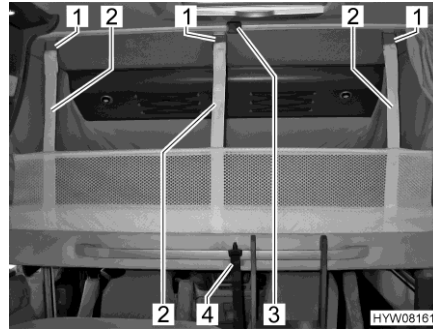

Fig. 95 Rete protettiva (montata)
- Staccare la cintura di ritegno (Fig. 95,4).
- Staccare le cinture di ritegno (Fig. 95,2) e sistemare la rete protettiva sotto il materasso.
- Assicurare il letto basculante al soffitto (Fig. 95,3) mediante la cintura di ritegno (Fig. 95,4).
- Agganciare le cinture di ritegno (Fig. 95,2) ai ganci (Fig. 95,1) del soffitto.